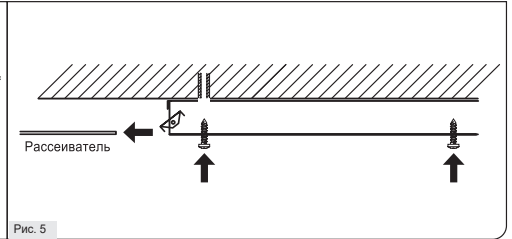

Рис. 5
- Установите светильник на опорную поверхность или присоедините подвесы через отверстия (Рис. 5). Подвесы и крепления для накладного монтажа в комплект поставки не входят.